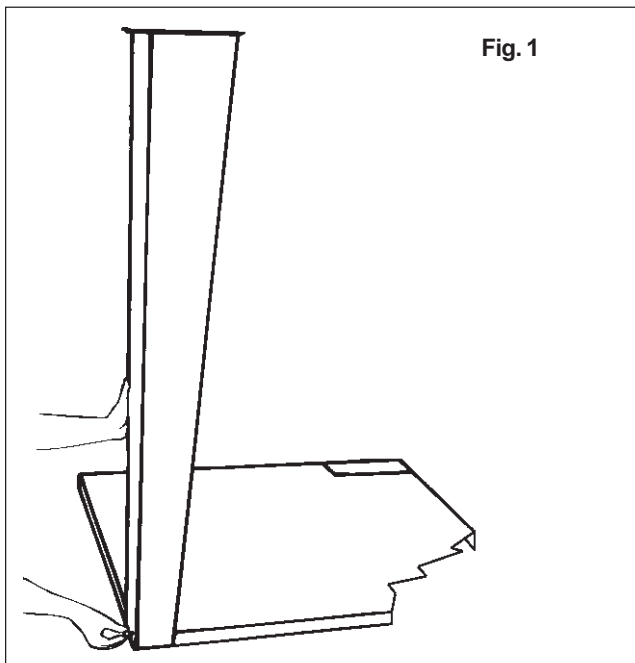

Fig. 1
- 1) Position the base panel on the pallet with the flat part pointing up (Fig. 1).
- 2) Mount the legs in the respective corners of the base panel using bolts (Fig. 1).
- 3) Moderately tighten these bolts, remembering to keep the top part of the leg pointing towards the center (Fig. 1).
- 1) Grundplatte auf die Palette legen, und zwar so, daß die flache Seite nach oben zeigt (Fig. 1).
- 3) Schrauben nur so weit anziehen, daß die Füße sich noch bewegen lassen. Füße zur Mitte drücken (Fig. 1).
- 1) Poser le panneau de base sur palette, en tournant la partie plate vers le haut (Fig. 1).
- 2) Monter les pieds dans les angles du panneau de base à l'aide des boulons (Fig. 1).
- 3) Serrer légèrement en prenant soin de tenir la partie haute du pied tournée vers le centre (Fig. 1).
- 1) Appoggiare il pannello di base su pallet tenendo la parte piana verso l'alto. (Fig. 1).
- 2) Montare i piedi nei rispettivi angoli del pannello di base utilizzando bulloni (Fig. 1).
- 3) Effettuare un modesto serraggio di detti bulloni avendo cura di tenere la parte alta del piede orientata verso il centro (Fig. 1).